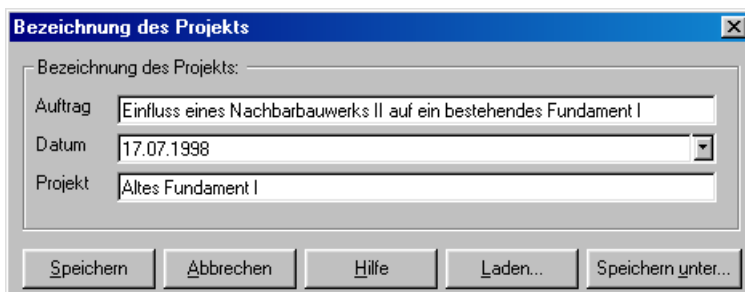

Bild 9-32 Dialogfeld "Auftragsdaten"
- Wählen Sie "Auftragsdaten" aus dem "Daten"-Menü des *ELPLA-Daten*-Fensters. Das Dialogfeld im Bild 9-32 erscheint